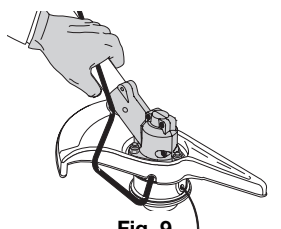

Fig. 9
2. Sostenga la varilla de cierre en su lugar junto al brazo de la unidad (Fig. 9).